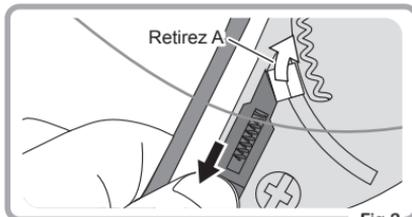

Fig.2
- ② En tirant sur le levier vers le bas, retirez l'écran dans le sens de la flèche blanche, de façon qu'un côté de l'écran puisse être détaché complètement. (Fig.2)